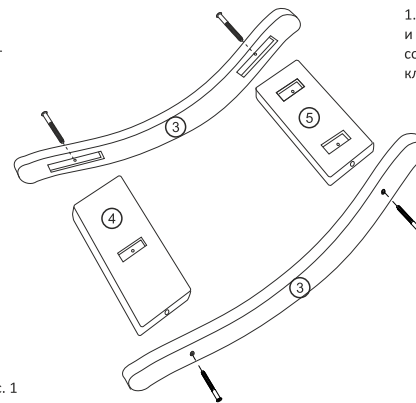

рис. 1
1. Согласно схеме (рис. 1) установить стяжку переднюю (дет. 4) и стяжку заднюю (дет. 5) в пазы основания (дет. 3). Затянуть соединение с помощью евровинтов 5x50 (№ 1) используя ключ шестигранный (№ 2).